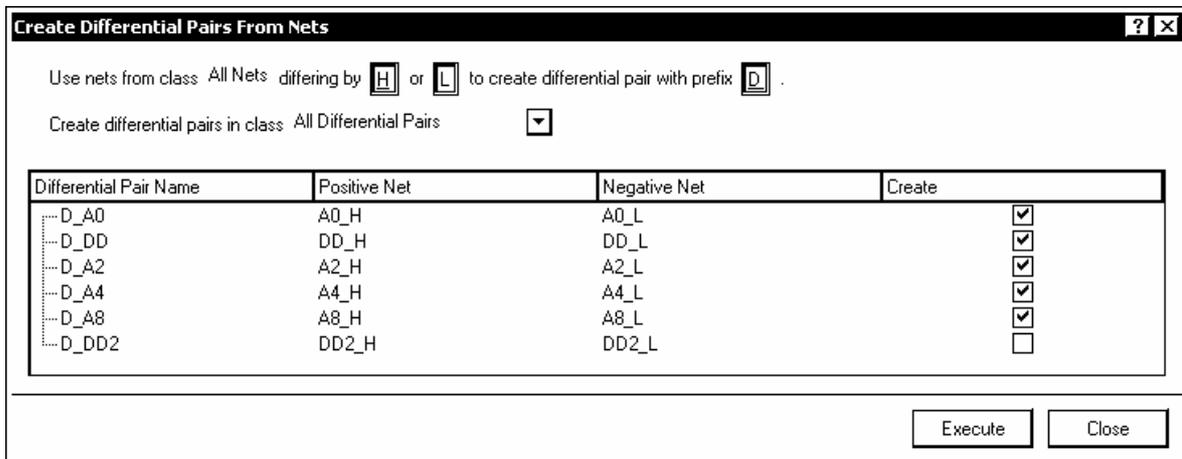

Рис. 7.18
- Активизировать диалог формирования щелчком в панели PCB на кнопке Create From Nets. Открывается диалоговое окно Create Differential Pairs from Nets (рис. 7.18).